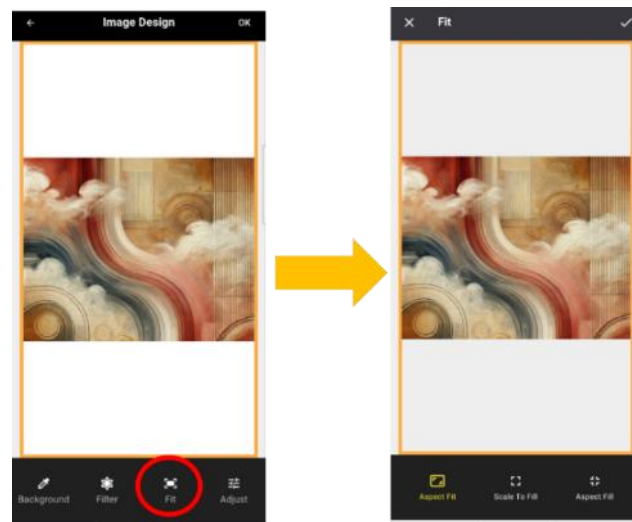

Figure 13-1: Fit: Aspect Fit
1. **Aspect Fit:** 콘텐츠의 종횡비를 유지하면서 컨테이너 안에 전체가 들어가도록 크기를 조정하며, 여백(빈 공간)이 발생할 수 있습니다. (Figure 13-1)